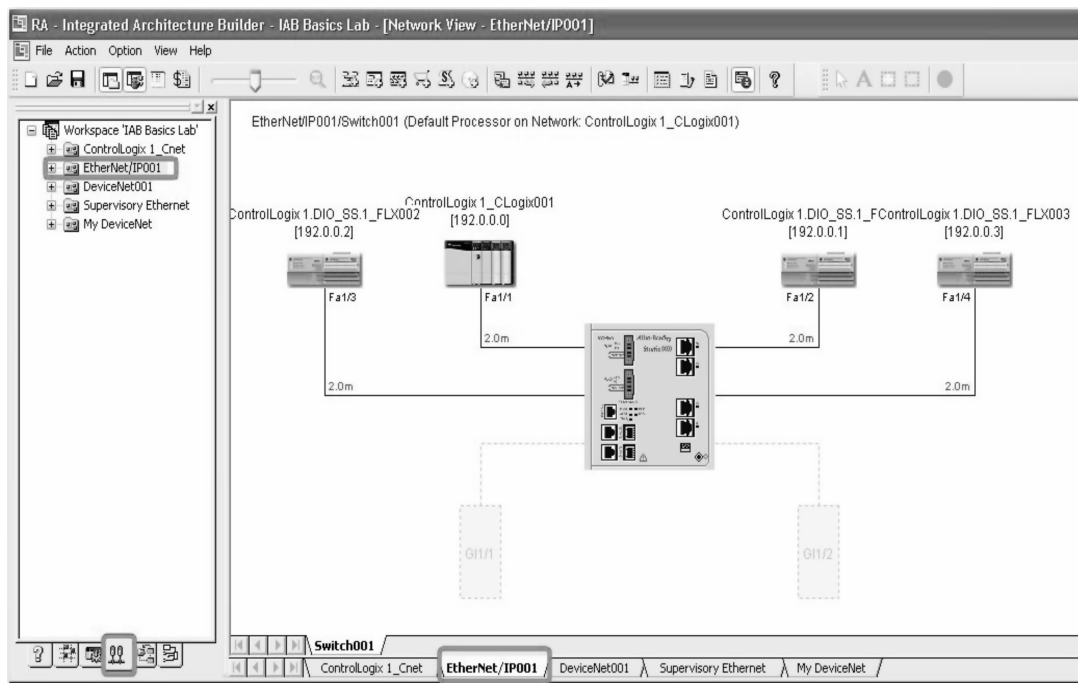

图 26-153 网络视图
1. 转至“网络视图”（Network View）并单击 EtherNet/IP001 选项卡，如图 26-153 所示。